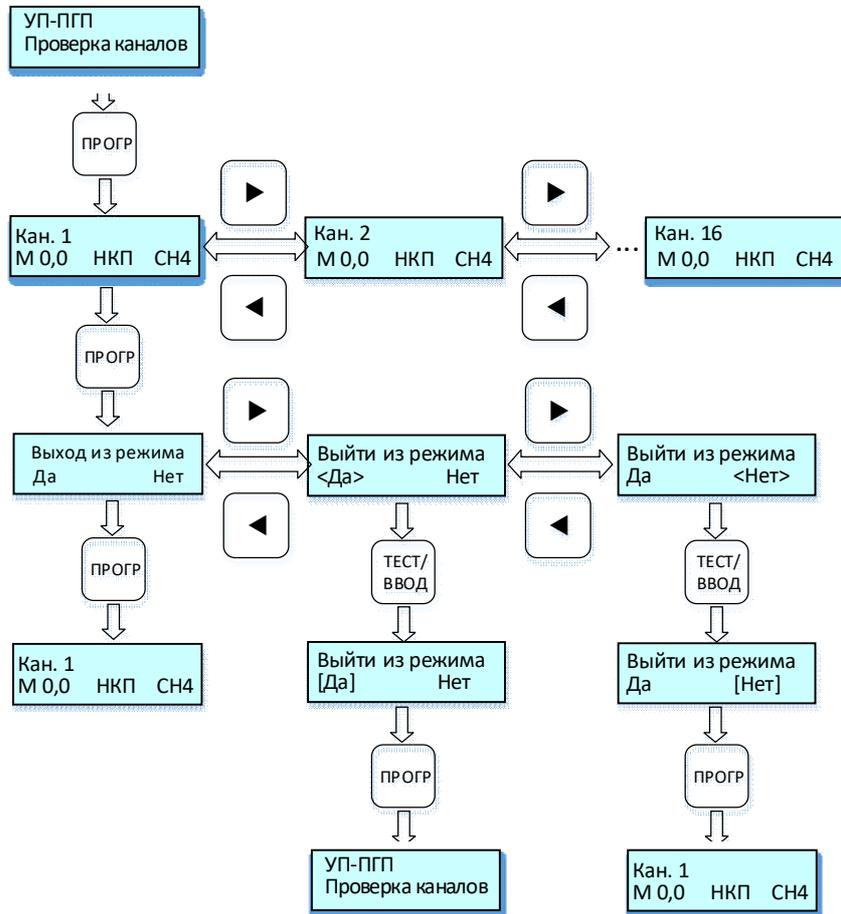

Рисунок 20 – Циклограмма выводимых сообщений на дисплей меню «УП-ПГП Проверка каналов»
2.4.3.28 Для **проверки каналов** выбрать в меню «УП-ПГП Сервисный режим» кнопками «◀» или «▶» пункт меню «УП ПГП Проверка каналов» и выполнить процедуры по циклограмме *рис. 20*.